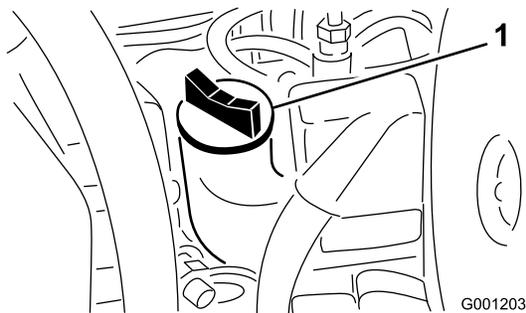

Bild 22
3. Wenn der Ölstand unter der Voll-Marke liegt, nehmen Sie den Fülldeckel ab (Bild 22) und gießen Sie genug Öl ein, um den Ölstand bis zur Voll-Marke anzuheben. **Füllen Sie nicht zu viel ein.**